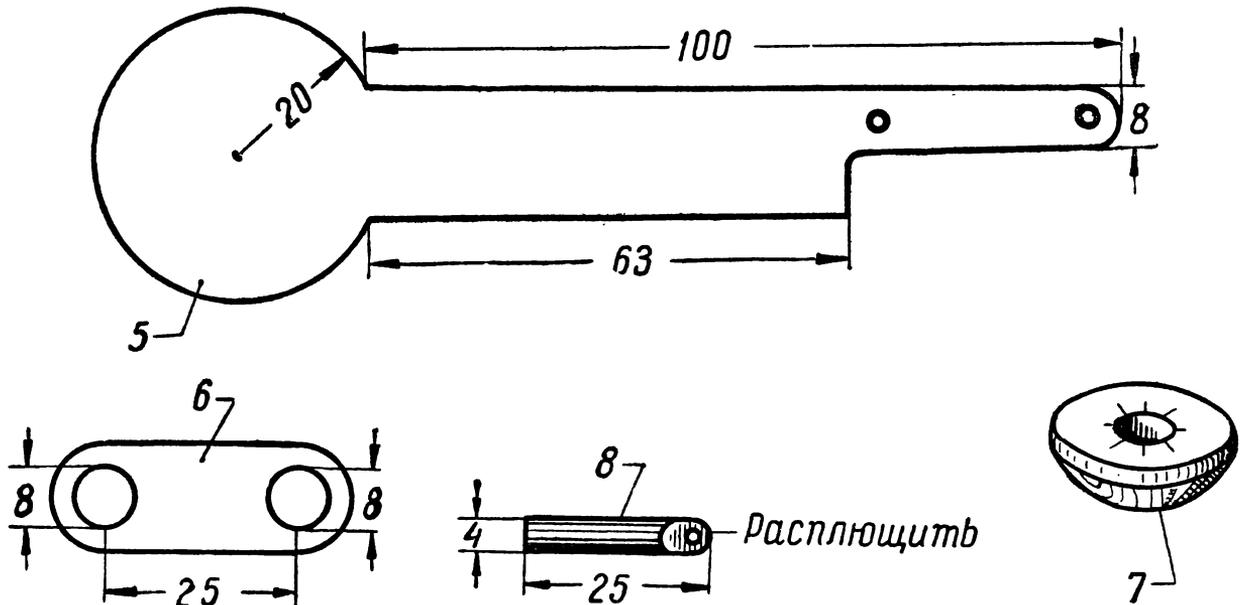

Рис. 103. Детали для семафора-автомата:
На рис. 103 показаны остальные детали семафора-автомата Крыло (5) семафора и планку (6) переведите на плотный картон и вырежьте, а для упорного венчика (7) отрежьте ободок от катушки. Из проволоки диаметром 4 мм изготовьте сердечник (стержень). Конец его расплющите и пробейте шилом отверстие (8).